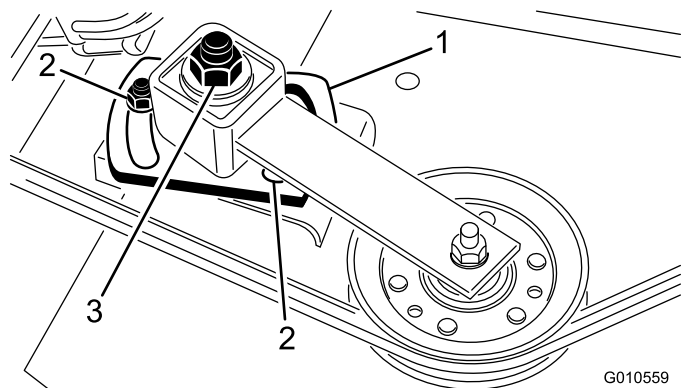

Figura 30
5. Con una chiave torsiometrica e a tubo serrate il dado di regolazione del tendicinghia tra i 47 e i 54 Nm (Figura 30).